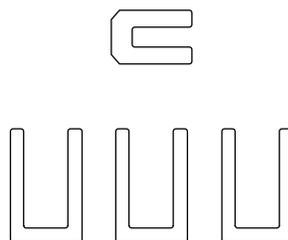

Figure C-1 Cavaliers Conext XW
- Un petit cavalier et trois grands cavaliers, livrés avec l'Conext XW+ Inverter/Charger (Voir Figure C-1.)